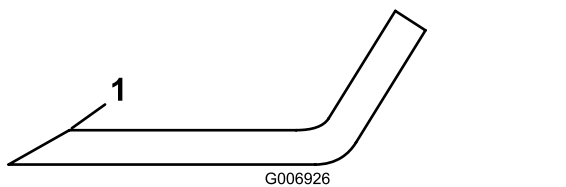

図 75
4. すべてのブレードについて、刃先を点検し、磨耗や欠けがある場合には研磨する。研磨は刃先の上面だけに行い、刃の元々の角度を変えないようにする **図 75**。